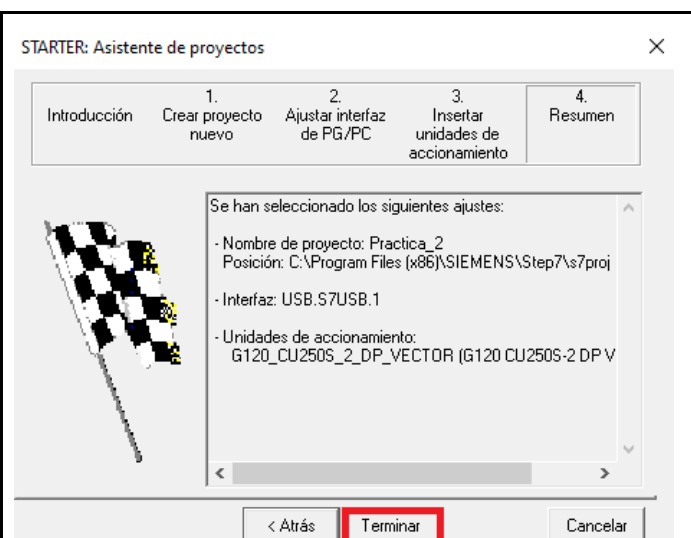

Figura 13: Ventana de resumen.
- 8) Luego de encontrar el dispositivo, presionar el botón **“Adelante”** y se presentará la ventana **“Resumen”**, en la cual se muestran todos los ajustes que se han realizado (ver Figura 13).